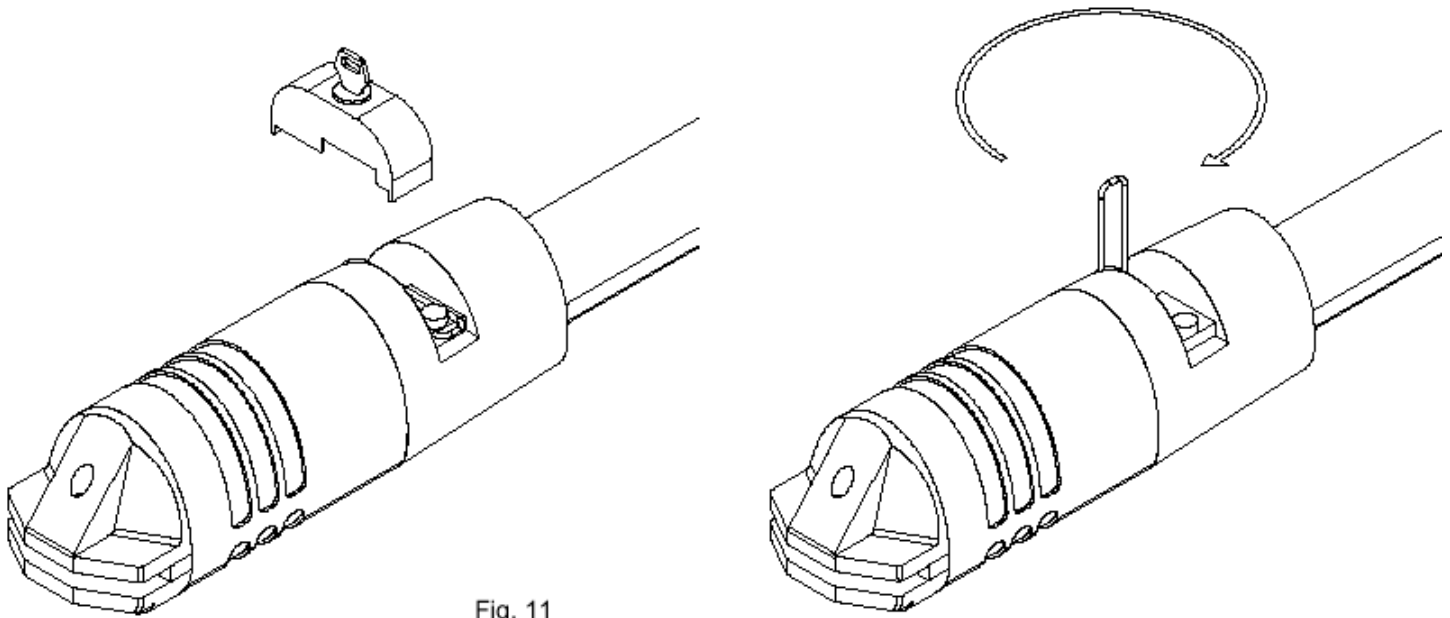

Fig. 11
2. pull the plastic cap up, as shown in Fig. 11
2. tirar hacia arriba el tapón de plástico, como en la Fig.11